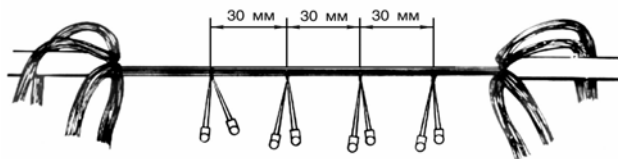

Рис. 5.7. Первый ряд смонтированных пар жил
5.3.8. Места скруток последующих пар (четверок) следует располагать через каждые 30 мм на всей оставшейся длине рабочей зоны (рис. 5.7).